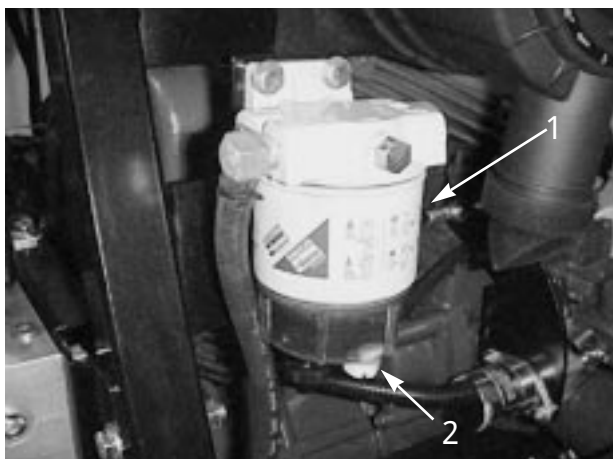

図 33
水抜きは毎日おこなってください（図 33）。
2. フィルタ容器（図 33）下部のドレン・プラグをゆるめて水や異物を流し出す。